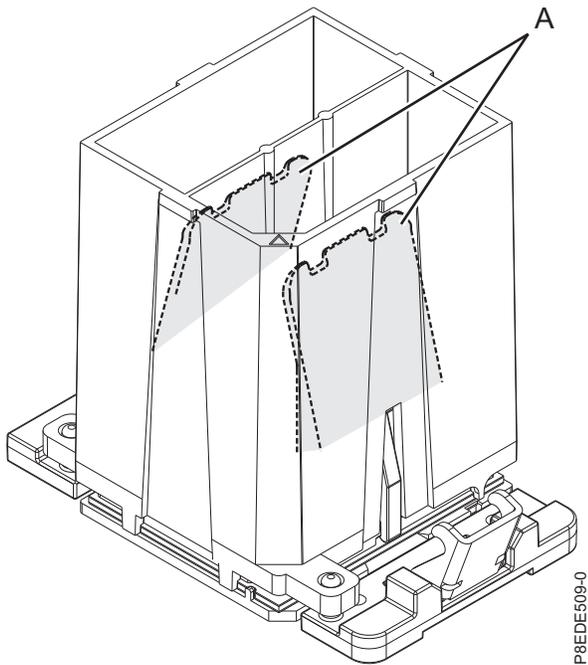

Figure 167. Retrait de l'outil du module processeur système
- c. Une fois que les trous et les broches de guidage de l'outil et du module processeur système sont correctement alignés, appuyez sur les deux pattes de déverrouillage de couleur bleue (A) et maintenez cette pression jusqu'à ce qu'une butée soit atteinte, comme illustré dans la figure 167, à la page 150. Ensuite, soulevez l'outil hors du module processeur système.